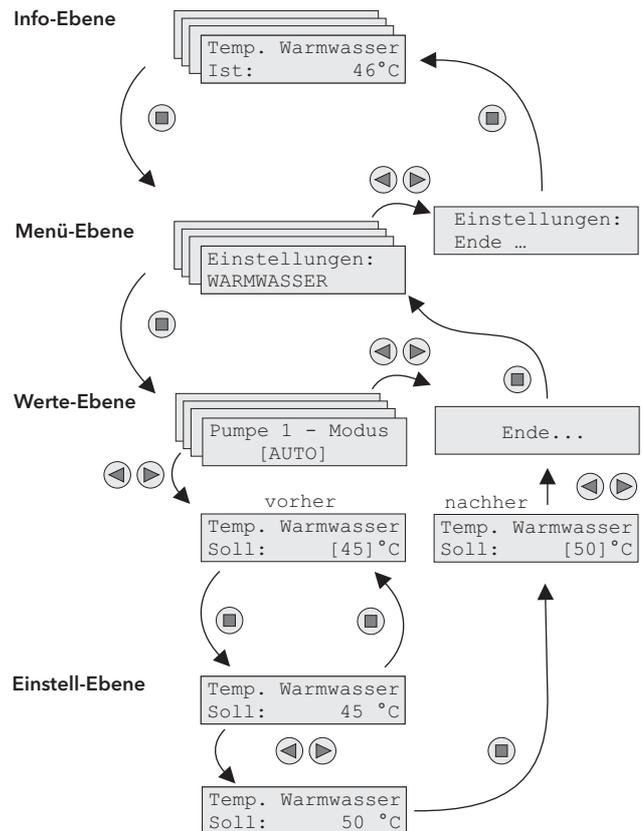

Bild 10 Regleranzeige und Regler einstellen
- Zum Öffnen des Reglers die 4 Schnellverschlüsse (9), Bild 10 um 90° nach links drehen und Gehäusedeckel abnehmen. Den Flachbandkabelstecker zur Displayplatine von der Buchse (3) abziehen und Reglerdeckel geschützt zur Seite legen.
- Den Stecker (4) zum Netzanschluss aus der Buchse (5) herausziehen, das Netzkabel (Kabelquerschnitt 3 x 0,75 bis 1,5 mm²) z.B. am Primär rücklauf entlang in die Station und über eine freie PG-Verschraubung (10), Bild 10 in den Regler führen. Phase, Nullleiter und Potenzial Erde in dem Stecker (4) befestigen und diesen dann auf Buchse (5) stecken.
- Falls erforderlich die Zirkulationspumpe in gleicher Weise mit Stecker (6) verbinden und auf die Buchse (7) stecken (erforderlicher Kabelquerschnitt 3 x 0,75 bis 1,5).
- An Stecker (12) kann das als Zubehör erhältliche Schnittstellendatenkabel RS 232 installiert (Buchse 13) werden. Es besteht die Möglichkeit, alle Messwerte, den aktuellen Reglerstatus und die aktuelle Pumpenleistung mitzuschreiben. Dazu wird der 9-polige D-SUB-Stecker des Datenkabels an die serielle RS 232- Schnittstelle eines Computers angeschlossen. Als Software zum Mitschreiben kann ein Terminal-Programm, wie es beispielsweise bei Windows 95, 2000 oder XP in der Zubehör-Gruppe zu finden ist, verwendet werden. In der Software sind die folgenden Übertragungseinstellungen zu voreinzustellen: RS 232 Port = COM1/COM2, Emulation = ANSI, Übertragungsrate = 19200 bit/s, Datenbits = 8, Stopbits = 1, Parität = keine, Protokoll = kein Protokoll (XON/XOFF, RTS/CTS).
- Der zusätzliche externe Schaltausgang der RATIOfresh Frischwasserstation an Stecker Buchse (14)/ Buchse (15)
ist zur Aktivierung der Kesselnachheizung für den Desinfektionsbetrieb bestimmt. Bitte beachten Sie, dass dieser potenzialfreie Schaltkontakt mit einer Stromstärke von maximal 0,5 A belastet werden darf. Bei Kesselanforderung schließt der Regler den Kontakt 11-12 und öffnet den Kontakt 11-13. Nach Wegfall der Anforderung wird der Kontakt 11-12 wieder geöffnet und der Kontakt 11-13 wieder geschlossen. Wenn der Kontakt 11-12 geschlossen ist, leuchtet die dritte Leuchtdiode von links (3), Bild 10 dauerhaft grün.
- Reglergehäusedeckel vor das Gehäuseunterteil halten, das Flachbandkabel zur Displayplatine (3) wieder aufstecken, den Deckel auf das Unterteil aufsetzen und die 4 Schnellverschlüsse (9), Bild 10 niederdrücken und um 90° nach rechts drehen.
4.1 Regler-Anzeigen (Bild 10)
- Die LED (1) leuchtet in Abhängigkeit von der Ausgangsleistung der Primärkreispumpe durchgehend grün (maximale Ausgangsleistung), mit längeren Grünphasen (mittlere Ausgangsleistung) oder mit kurzen Grünphasen (niedrige Ausgangsleistung).
- Die LED (2) gibt in gleicher Weise den Betriebszustand der Zirkulationspumpe (sofern angeschlossen) wieder.
- Die LED (3) leuchtet dauerhaft grün, wenn der externe Schaltausgang zur Aktivierung der Nachheizung (nur Desinfektionsfunktion) geschlossen ist.
- Die LED (4) leuchtet dauerhaft rot, wenn während der Desinfektionsdauer die Desinfektionstemperatur unterschritten wurde oder wenn die Primärkreistemperatur das erforderliche Temperaturniveau unterschreitet.
- Mit den Tasten < (6) und > (8) innerhalb der Info-Ebene blättern, um alle aktuellen Temperaturen und Pumpenleistungen anzuzeigen.
4.2 Regler-Einstellungen (Bild 10)
- Mit der Taste ■ (7) aus der Info-Ebene in die Menü-Ebene wechseln.
5.3 Regler einstellen (Bild 10)
Stellen Sie jetzt den Regler auf die individuellen Gegebenheiten vor Ort ein. Bild 10 gibt Ihnen eine Übersicht über die Menüstruktur und erklärt die Verwendung der Bedientasten. Gehen Sie der Reihe nach die Einstell-Menüs: „WARMWASSER“, „ZIRKULATION“, „DESINFEKTION“, „SERVICE“, „SPRACHE“ und „UHRZEIT“ durch. Zur Auswahl der jeweiligen Werte helfen Ihnen die Tabellen 7 bis 13 weiter. Tragen Sie zum Abschluss die individuelle Konfiguration in die Spalte „Ihr Wert“ ein.